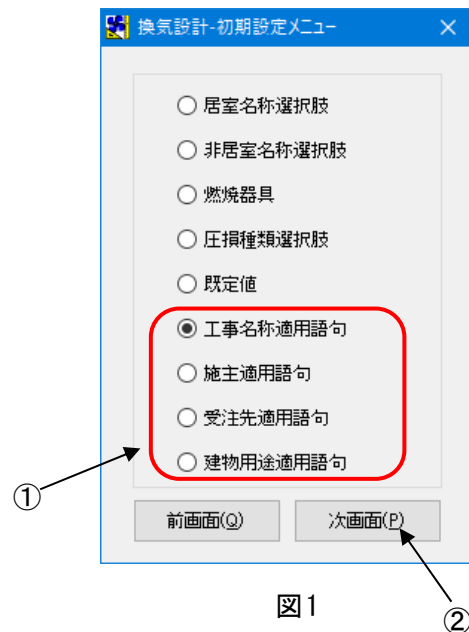

図 1
- (1) 『初期設定メニュー』の画面で
適用語句(図 1-①)を選択し、
[次画面(P)] (図 1-②) ボタンを